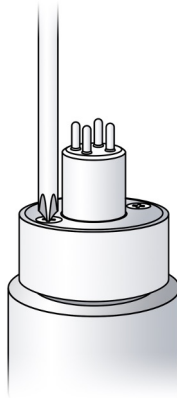

Fig. 2
(Fig. 2)
- Ligue a ligação de água pura (Fig. 2)